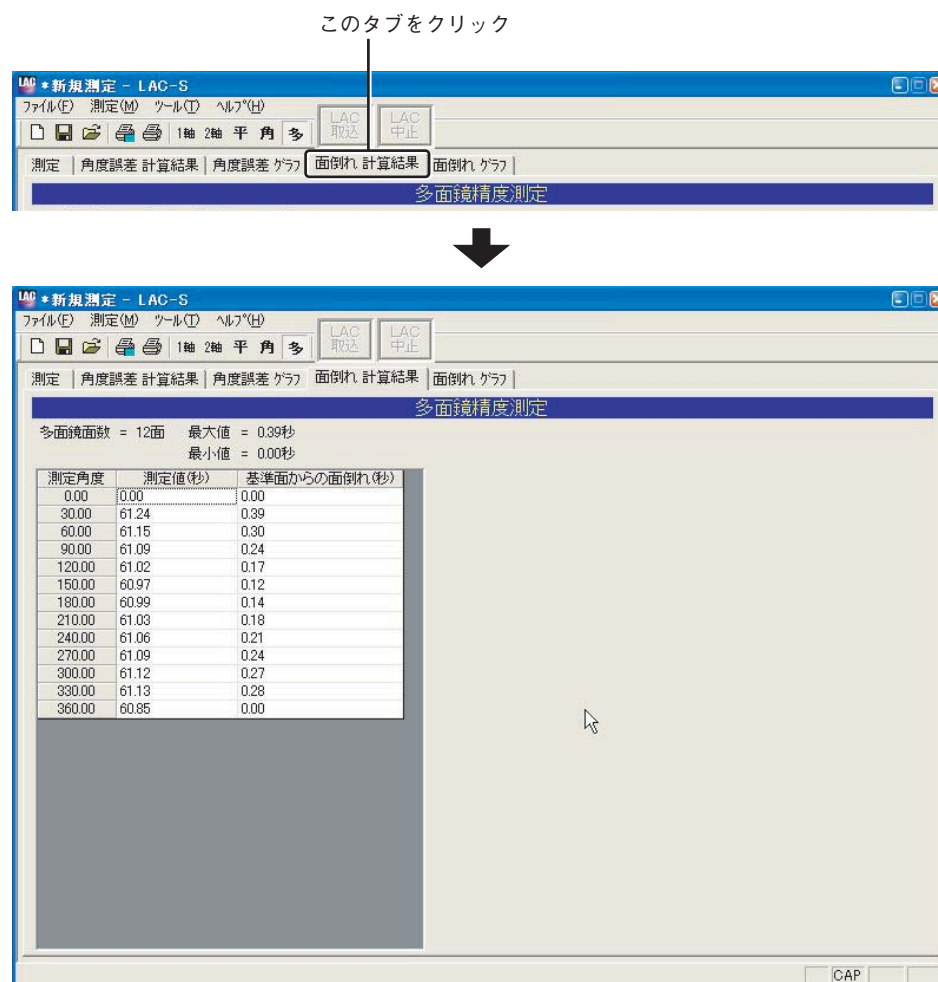

図5-11-13
5.11.2で行った「面倒れ 計算結果」を表示します。多面鏡精度測定画面の「面倒れ 計算結果」タブをクリックすると「面倒れ 計算結果」が表示されます(図5-11-13)。